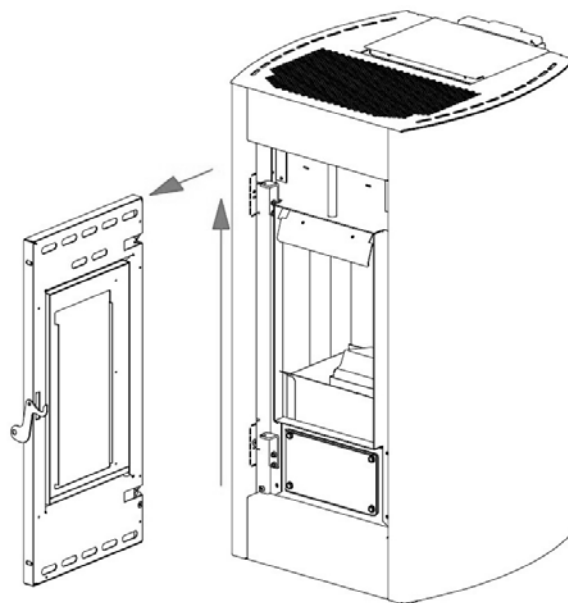

Fig. 38 - Retrait de la porte
- Lever la porte de façon à ce que les goujons de la porte sortent de l'étrier sur la structure (voir **Fig. 38**).